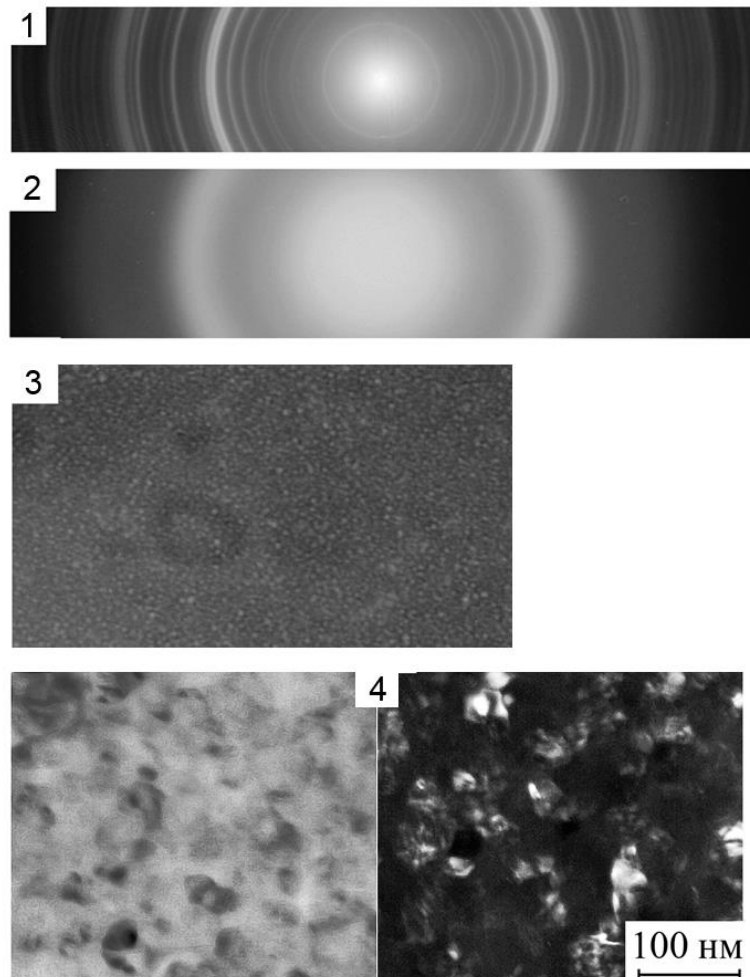

Рис.7 Электронограммы (1, 2) и ПЭМ-изображения (3, 4) двух образцов материала одинакового элементного состава.
9. Опишите структуру двух материалов с одинаковым элементным составом, электронограммы от которых представлены на рис.7(1) и рис.7(2).